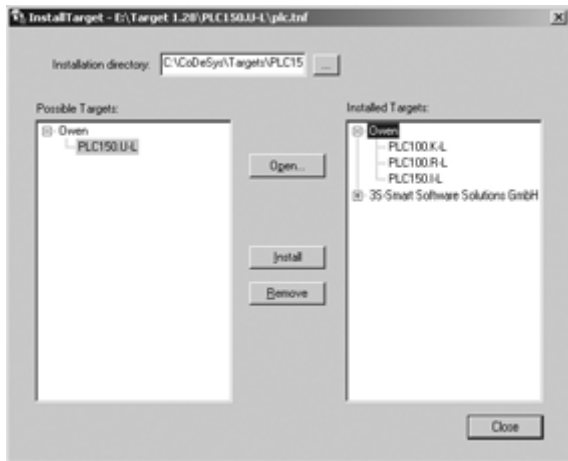

Рисунок 5.1 - Окно «InstallTarget» утилиты InstallTarget
- В открывшемся при запуске утилиты **InstallTarget** окне (рисунок 5.1) – нажать кнопку Open и указать путь доступа к инсталлируемому Target-файлу (имеющему расширение **\*.tnf**, Target Information File). Target-файлы контроллеров ОВЕН ПЛК150 находятся на компакт-диске, поставляемом с контроллером, в папке «Target» или могут быть скачаны с сайта [www.owen.ru](http://www.owen.ru). При скачивании с сайта папку с Target-файлами надо разархивировать и сохранить на жестком диске ПК.